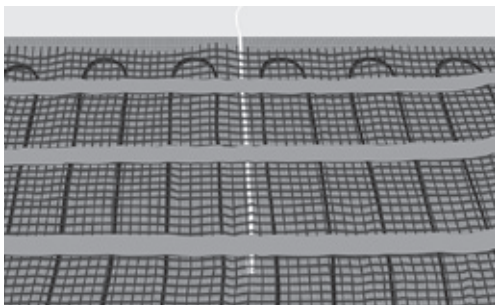

Bild 7. Placera rörledning/givare mellan kablarna
11. Placera och fixera ledningsrör eller golvsensor om inget ledningsrör är installerat. Se till att placera röret/sensorn mellan två värmekablar (bild 7).